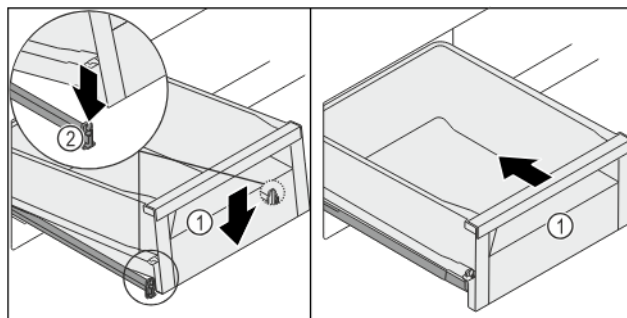

Fig. 136
- Szufladę Fig. 136 (1) opuścić z przodu tak, aby szuflada po stronie lewej i prawej wsunęła się w zacisk Fig. 136 (2).
- Szufladę Fig. 136 (1) zatrzasnąć się słyszalnie.
- Wsunąć szufladę Fig. 136 (1).